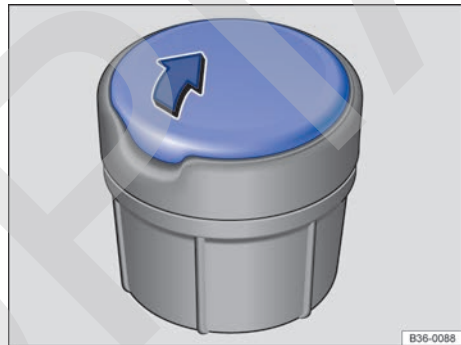

Fig. 170 Cenicero portátil.
- Para *abrir* el cenicero, levante la tapa del mismo → fig. 170 en el sentido de la flecha.